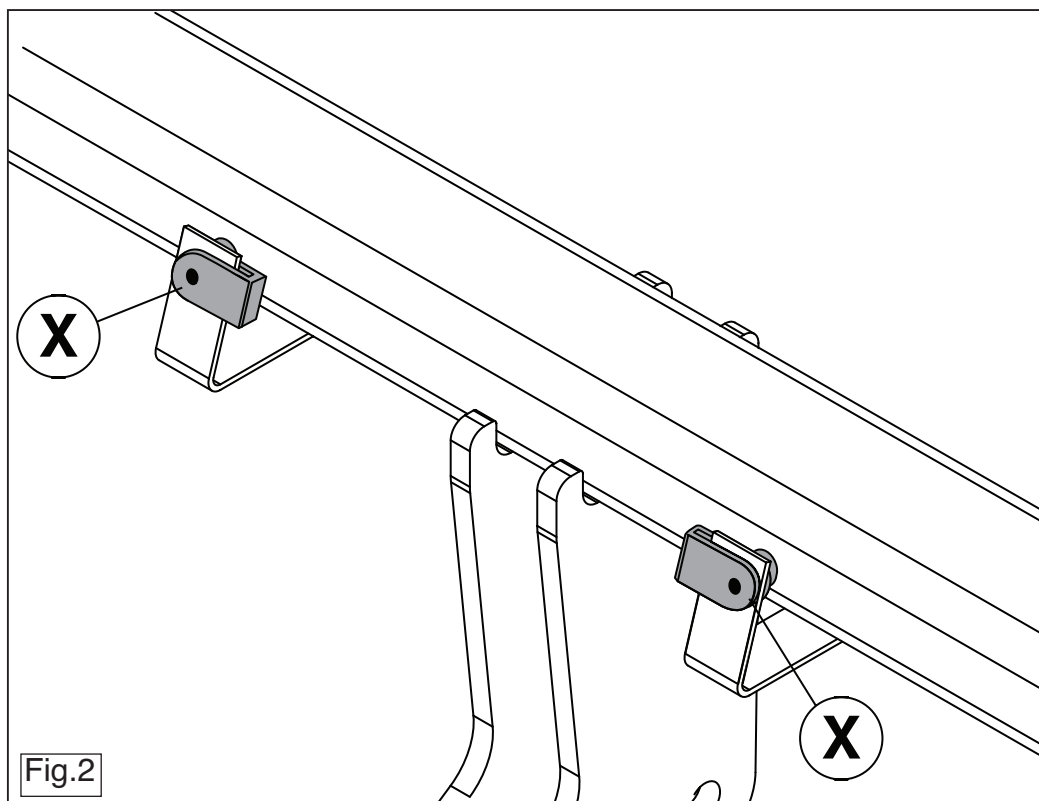

Fig.2
2. Attach part X to the tow bar. (See figure 2).
2. Teil X an die Anhängervorrichtung montieren. (Siehe Abbildung 2).
2. Monter la partie X sur l'attelage. (Voir la figure 2).
2. Monter del X på anhængertrækket. (Se fig. 2).
2. Закрепить деталь X на буксирном крюке. (См. рисунок 2).